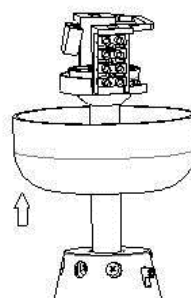

Fig.3
1. Soulevez le ventilateur avec précaution et positionnez la rotule de suspension dans le support de montage (Fig. 3).